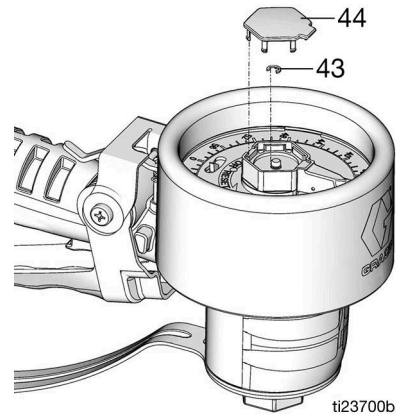

FIG. 26
2. Rimuovere il coperchio (44) e l'anello d'arresto piccolo (43), (FIG. 26).